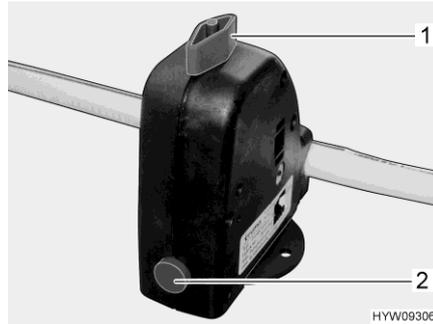

Bild 82 Sicherheits-/Ablassventil
Der Boiler ist mit einem Sicherheits-/Ablasseventil (Bild 82) ausgestattet. Das Sicherheits-/Ablasseventil verhindert, dass das Wasser im Boiler einfriert, wenn bei Frost die Heizung nicht eingeschaltet ist.
- Sicherheits-/Ablassventil schließen. Dazu den Drehknopf (Bild 82,1) quer zum Sicherheits-/Ablassventil drehen und den Druckknopf (Bild 82,2) hineindrücken.
- Sicherheits-/Ablassventil öffnen. Dazu den Drehknopf (Bild 82,1) längs zum Sicherheits-/Ablassventil drehen. Der Druckknopf (Bild 82,2) springt heraus. Der Boiler wird über das Sicherheits-/Ablassventil nach außen entleert.